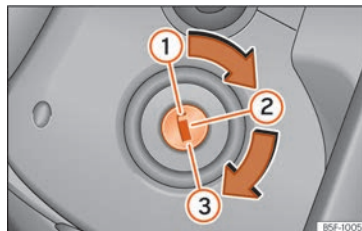

Fig. 236 Posiciones de la llave del vehículo.
Llaves del vehículo » fig. 236
3.	Sólo en los vehículos con motor diésel: para el precalentamiento, gire la llave en la cerradura de encendido a la posición »» fig. 236 ②. En el cuadro de instrumentos se ilumina el testigo de control  .